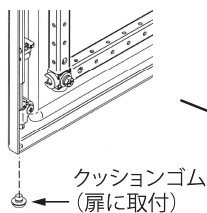
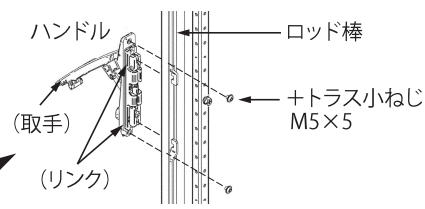

図 15
図 14
- (3) ハンドルの取手を開いたまま、扉の裏側から+トラス小ねじ M5×5 を外します。(図 14)
- (4) ハンドルを扉から外し、逆向きにして取付けます。ロッド棒にハンドルのリンクが掛かり、取手の動作に連動してロッド棒が上下することを確認してください。
- (5) ドアステーおよびクッションゴム 2 個を上下対称位置に付替えます。(図 15,16) ドアステーの向きに注意してください。
- (6) 扉を取付けます。(上記●扉の取付方法 参照)